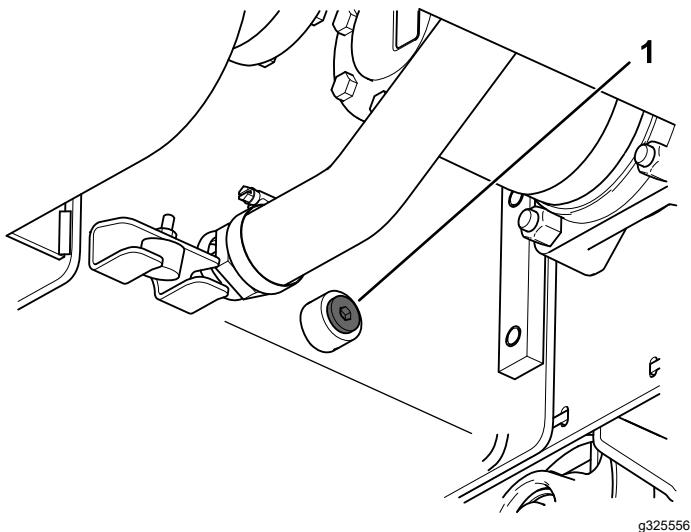

Figura 67
- Retire el tapón de vaciado y deje que se drene el fluido hidráulico al recipiente (Figura 67).
- A. Retire los 2 pernos y tuercas que sujetan la espada al brazo de la zanjadura (Figura 67).